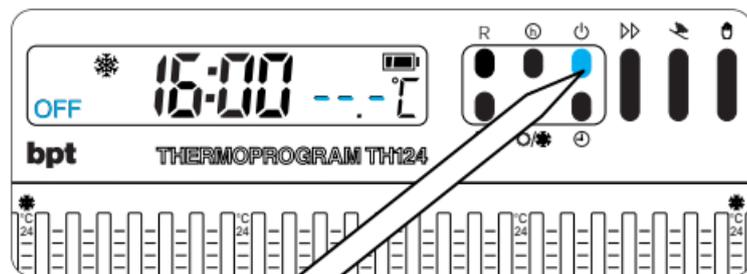

Fig. 38
12.1 - Premere il pulsante ⏻ (fig. 38).
13.1 - Premere il pulsante  (fig. 38).